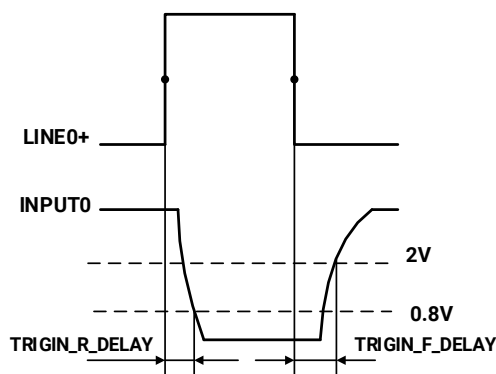

图 7-4 光耦隔离输入电路参数
- 上升沿延时时间：<50 μ s (0 $^{\circ}$ C ~45 $^{\circ}$ C)，参数说明见图 7-4
- 下降沿延时时间：<50 μ s (0 $^{\circ}$ C ~45 $^{\circ}$ C)，参数说明见图 7-4